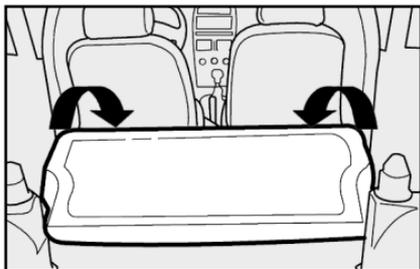

fig. 98
5) Incline hacia adelante el respaldo, haciendo pasar lateralmente los cinturones, hasta apoyarlos sobre el asiento trasero **fig. 98**.